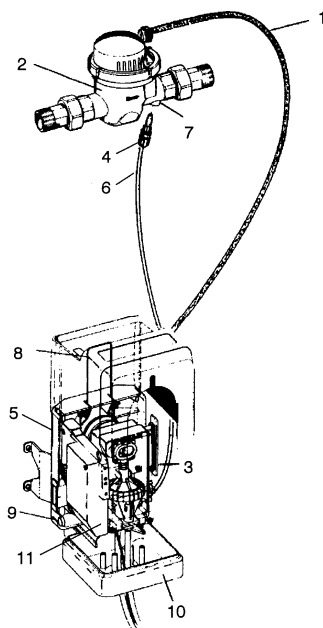

Abb. E-2: Anschluss Impulsgeber EGS 30
Überschüssige Kabellänge kann in das Gehäuse gezogen und auf den Kabelspeicher (3) aufgerollt werden. Dazu öffnet man die Haube (8) mittels den beiden seitlichen Tasten 9, (siehe Abb. E-2).
Austausch der Elektronik (siehe Abb. E-2 Pos. 11).
- Impfventil austauschen (Abb. E-2 Pos. 4).
- Impfventil Abb. E-2 Pos. 4
- Deckel vom Pumpenkörper entfernen (siehe Abb. E-2).